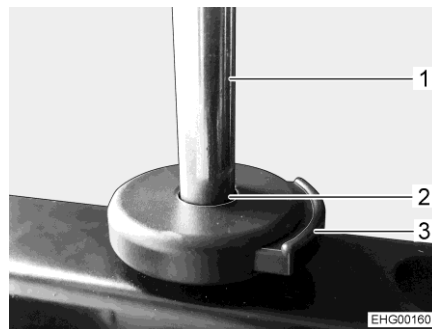

Bild 19 Frigöringsknapp (nackstöd)
- Tryck på frigöringsknappen (Bild 19,3).
- Sätt stangen (Bild 19,1) i spåren (Bild 19,2).